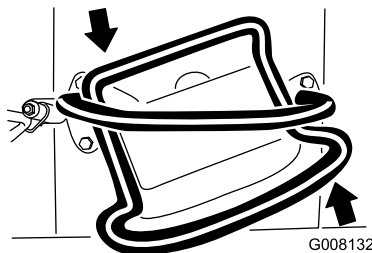

Bild 11
- Drehen Sie den Fahrantriebshebel nach links, um nach links zu fahren (Bild 11).